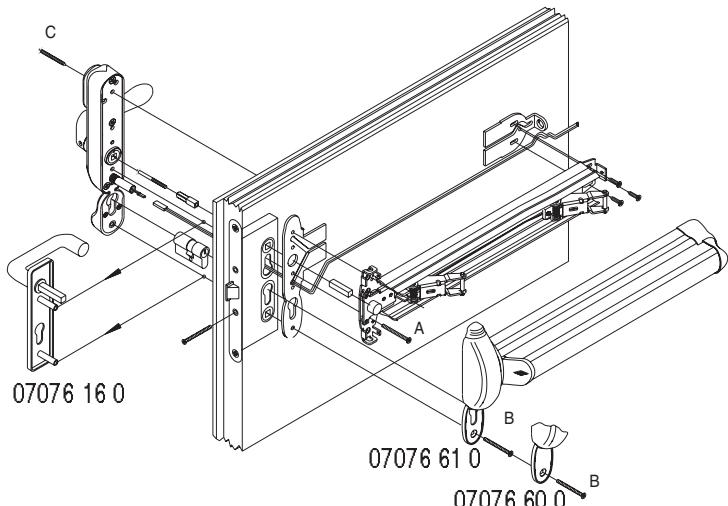
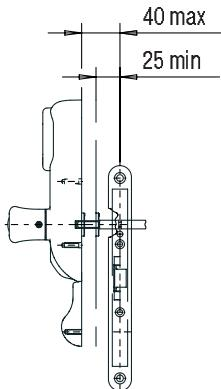

FIG. 1
FIG. 2
PREDISPOSIZIONE DELLA PORTA TAGLIAFUOCO PER IL MONTAGGIO CON ELETTROMANIGLIA VERSIONE INFILARE art. 1.07074.70.0 con interasse 72 mm. (Fig. 1 - Fig. 2)
PREPARATION DE LA PORTE COUPE-FEU POUR LE MONTAGE AVEC POIGNEE ELECTRIQUE VERSION A ENFILER art. 1.07074.70.0 avec entraxe 72 mm. (Fig. 1 - Fig. 2)
VORBEREITUNG DER BRANDSCHUTZTÜR FÜR DIE MONTAGE EINES ELEKTRODRÜCKERS IN EINSTECKAUSFÜHRUNG Art. 1.07074.70.0 mit Dornmaß 72 mm. (Abb. 1 - Abb. 2)
PRE-SETTING A FIRE DOOR FOR INSTALLATION OF A MORTISE VERSION ELECTRIC HANDLE item 1.07074.70.0 with center distance 72 mm (Fig. 1- Fig. 2)
PREPARACIÓN DE LA PUERTA CORTAFUEGOS PARA MONTAJE CON ELECTROMANILLA VERSIÓN EMBUTIDA Art. 1.07074.70.0, con distancia entre ejes de 72 mm (Fig. 1 - Fig. 2)
VOORBEREIDING VAN DE BRANDDEUR OP MONTAGE VAN ELETTRISCHE HANDGREEP VOOR INSTEKMONTAGE art. 1.07074.70.0 met hartafstand van 72 mm. (Fig. 1 - Fig. 2)